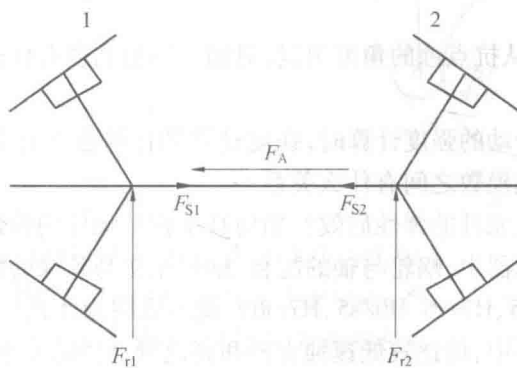

图 7
(2) 为使接合面不出现缝隙, 必须使 $F'' > 0$, 即 $F'' = F_0 - F > 0$, $F < F_0 = 8\,700 \text{ N}$, $F_{\max} = 8\,700 \text{ N}$ 。
(3) 使 F_0 减小的具体措施:
① 减小螺栓刚度 C_1 : 增大螺栓长度、减小螺栓杆直径、做成空心杆、在螺母下安装弹性元件等。
② 增大被连接件刚度 C_2 : 采用刚性大的垫片。
4. 如图 7 所示。